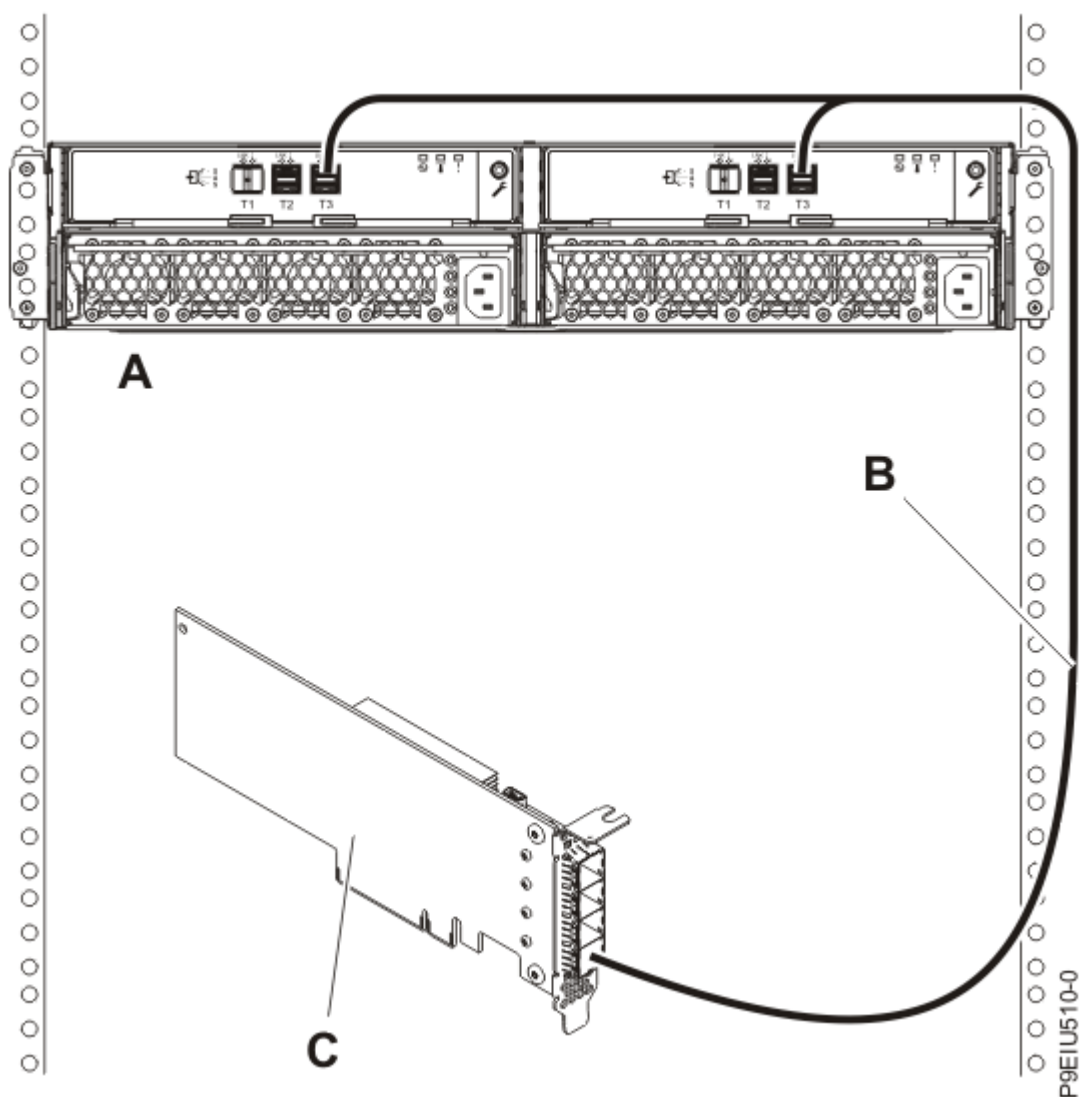

Figura 11. Conexiune mod 1 a unei incinte de stocare ESLL sau ESLS utilizând un cablu YO12 la un singur adaptor SAS FC EJ0J, FC EJ0K sau FC EJ0M
13. Apoi, finalizați o conexiune mod 1 a unei incinte **(A)** utilizând un cablu YO12 **(B)** la un singur adaptor SAS FC EJ0J, FC EJ0K sau FC EJ0M **(C)**, după cum se arată în Figura 11 la pagina 17, și apoi continuați cu “Conectarea cablurilor și cordoanelor de alimentare și instalarea capacelor” la pagina 28.